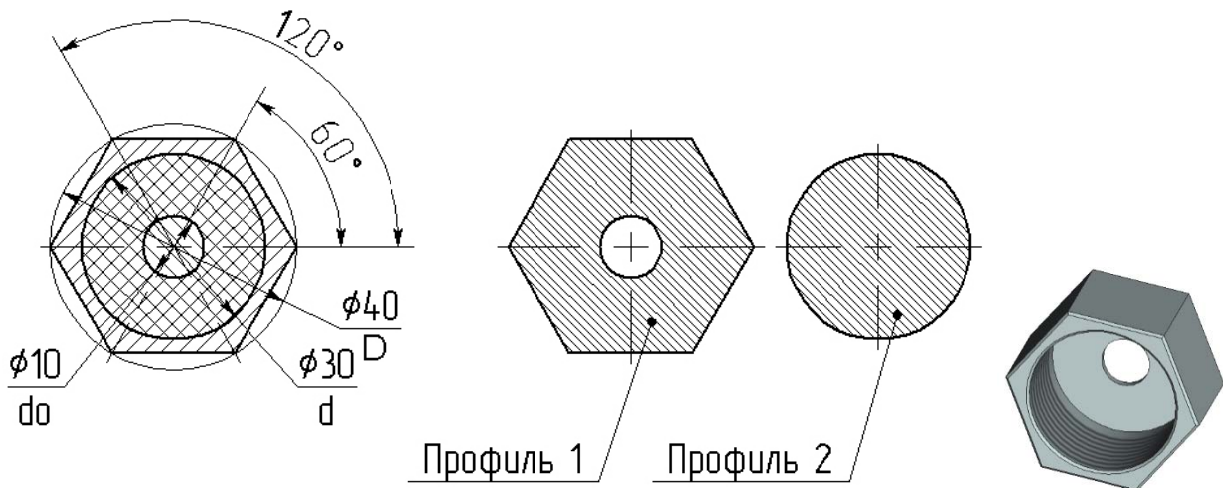

Рисунок 11 – Чертеж и 3D модель детали «Гайка»
- Создать на рабочей плоскости «Вид сверху» профили 1, 2 (Рисунок 11)